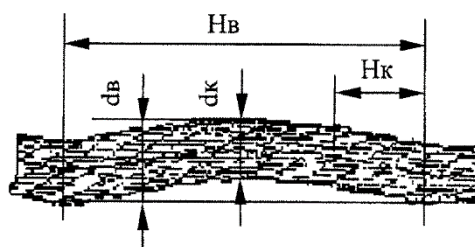

Рис.5: Волнистость каната
6. Волнистость каната характеризуется шагом и направлением ее спирали (рисунок 5).